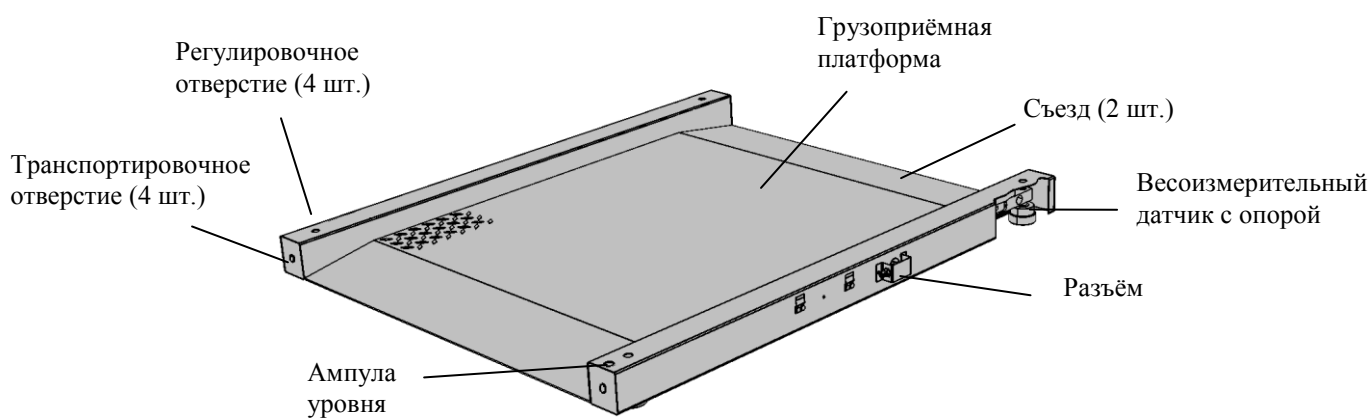

Рис. 6.1 - Модуль взвешивающий 4D-LM
- 6.1.1 Модуль взвешивающий представляет собой единую конструкцию из рамы и грузоприёмной платформы с двумя съездами. В состав модуля входят четыре цифровых весоизмерительных датчика с опорами (Рис. 6.1).